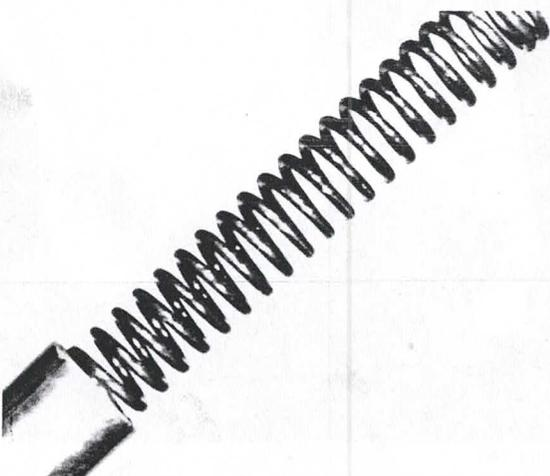
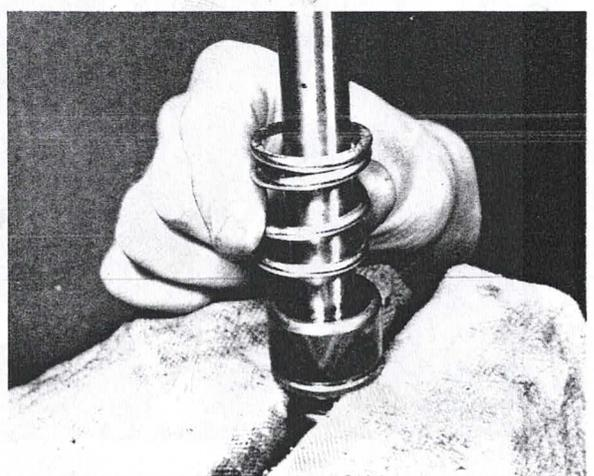

Bild 146
Bild 147
- Die Feder aus dem Standrohr herausziehen, dann kann man die Hauptteile des Stossdämpfers aus dem Standrohr ausschütteln (Bild 146), nämlich Dämpferstange, Kolben, Sicherungsring und Dämpferfeder (Bild 147). Die übrigen Dämpferteile werden durch die am Standrohr befestigte Drosselscheibe am Herausfallen gehindert. Es handelt sich um die Dämpferscheibe, die Dämpferführung und die untere Dämpferscheibe, die aber von der anderen Seite des Standrohres her ausgebaut werden können, wenn man den Sicherungsring am äussersten Ende abnimmt (Bilder 148, 149, 150). Damit ist das Standrohr vollständig zerlegt.